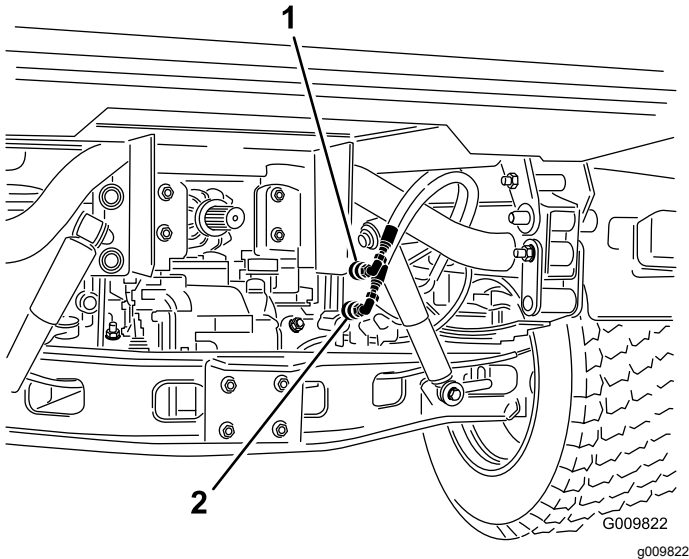

Figura 71
2. Desligue, em ambas as máquinas, as 2 mangueiras de acoplamento rápido das mangueiras ligadas ao suporte do acoplamento (Figura 71).